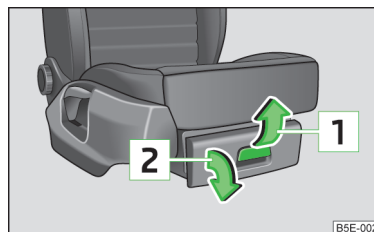

Fig. 70
- Tirez la manette dans le sens de la flèche   » fig. 70.